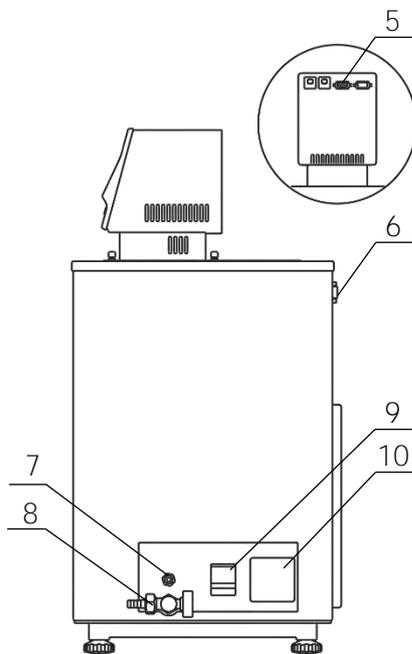

Рисунок 3 — Боковая панель термостата
2.2.5 К переливному штуцеру 7 (рисунок 3) присоединить гибкий шланг, второй конец которого опустить в емкость для сбора излишков теплоносителя объемом 1.5–2 литра.
2.2.7 Вставить вилку сетевого кабеля блока регулирования в розетку 10 (рисунок 3). Соединить кабелем из комплекта поставки блок регулирования (разъем 5) и холодильную машину (разъем 6). Сетевой кабель термостата подключить к питающей сети. Для этого в лабораторном помещении должна быть установлена электрическая розетка из комплекта поставки термостата.
2.2.9 При первом запуске термостата необходимо включить блок регулирования в режиме прокачки в соответствии с документом ТКЛШ 3.222.009-03 РЭ «Блоки регулирования температуры погружные циркуляционные МОЗ, МОЗМ серии МАСТЕР». При работе циркуляционного насоса уровень теплоносителя в рабочей ванне поднимается, и теплоноситель начинает равномерно переливаться в основную ванну. При этом уровень теплоносителя в основной ванне падает, что может привести к срабатыванию защиты от недостаточного уровня теплоносителя. Доливать теплоноситель следует до момента начала слива из переливного штуцера 7 (рисунок 3).
2.4.2 Надеть сливной шланг из комплекта поставки на сливной кран 8 (рисунок 3) и закрепить его хомутом. Свободный конец шланга опустить в емкость для сбора теплоносителя объемом, превышающим объем термостата.